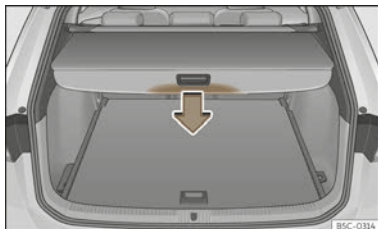

Abb. 191 Im Gepäckraum: Abdeckung aufrollen.
- Drücken Sie den Haltegriff der Gepäckraumabdeckung in Pfeilrichtung, bis diese entriegelt ist >>> (Abb. 191).